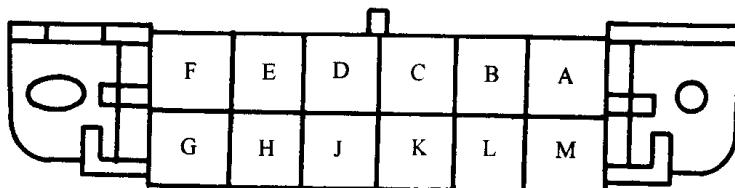

图 1-1 DLC 接头
1) 将 DLC 接头的针脚 “H” 接地到针脚 “A” 上,如图 1-1。打开点火开关,在针脚 “H” 被接地、串行数据线通信未开始且车速低于 6.4km/h (mile/h) 的情况下,系统始终处于诊断显示模式。